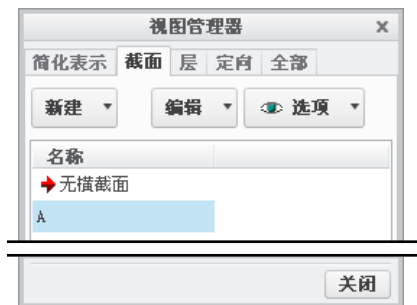

图 3.12.28 “视图管理器”对话框
Step3. 单击 **截面** 选项卡，在图 3.12.28 所示的“视图管理器”对话框中单击 **新建** 按钮，选择“偏移”选项 ，输入名称 A，并按回车键。